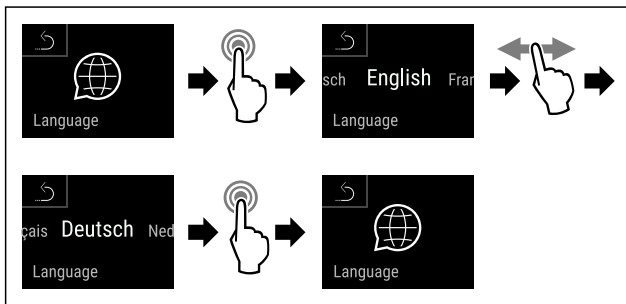

Fig. 89
- ▶ Handlungsschritte (siehe Fig. 89) durchführen.